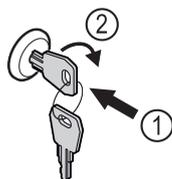

Fig. 167 Immagine a titolo di esempio
- ▶ Inserire la chiave Fig. 167 (1).
- ▶ Ruotare la chiave di 90° in senso orario Fig. 167 (2).